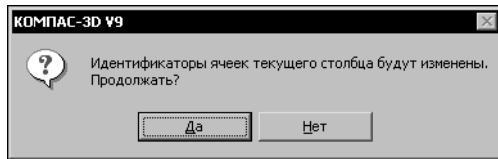

Рис. 22.3. Предупреждение об автоматическом изменении идентификаторов
10.10. На экране появится предупреждение об изменении идентификаторов ячеек текущего столбца (рис. 22.3).